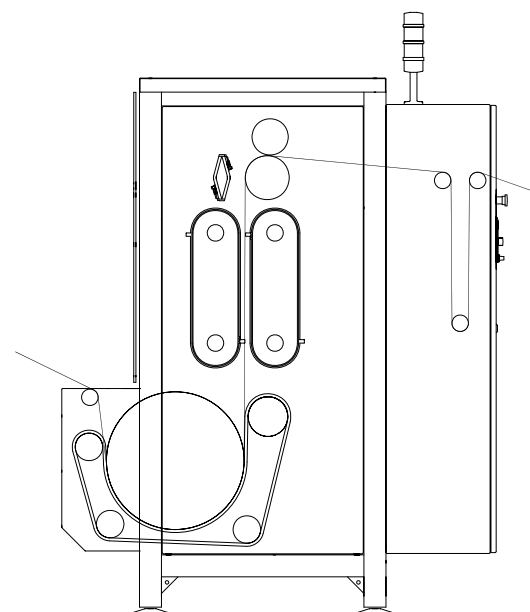

Fig. 19
- 1 Infilare il nastro continuo nella Unità di perforazione e sigillatura Serie QB1100X2 come da Fig. 19. Assicurarsi che tra la macchina e l'estrusore o lo svolgitore sia presente la minor porzione possibile di pellicola.